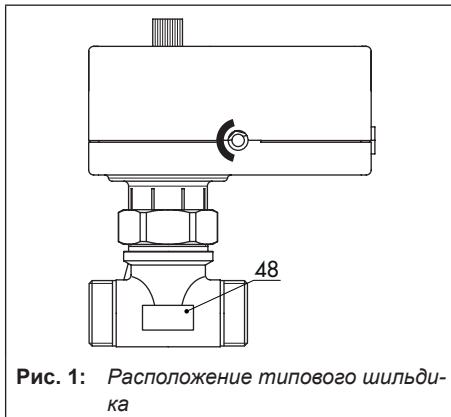

Рис. 1: Расположение типового шильдика
Шильдик (48) прикреплён к корпусу клапана (см. Рис. 1).